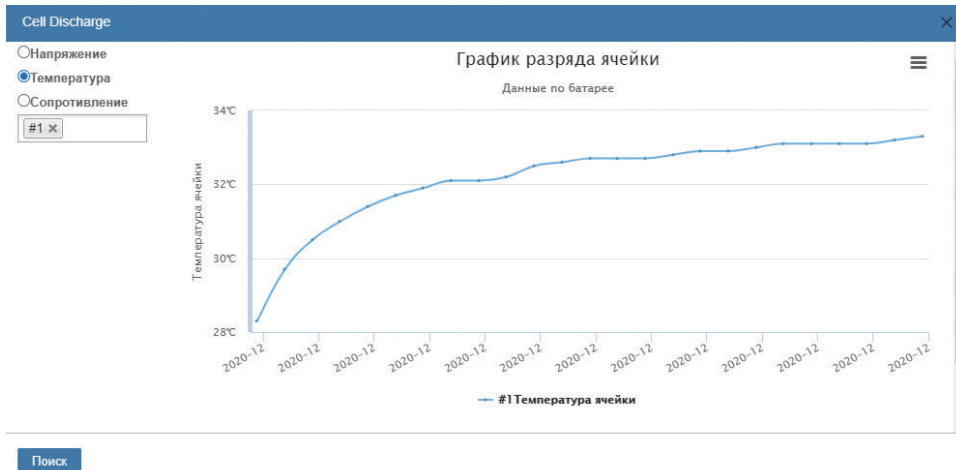

Рисунок 23.
- Откроется дополнительное окно, в котором осуществляется выбор требуемого параметра для построения графика (см. Рисунок 23).
- Нажмите на «Три полоски» в правом верхнем углу окна требуемого графика (см. Рисунок 23);